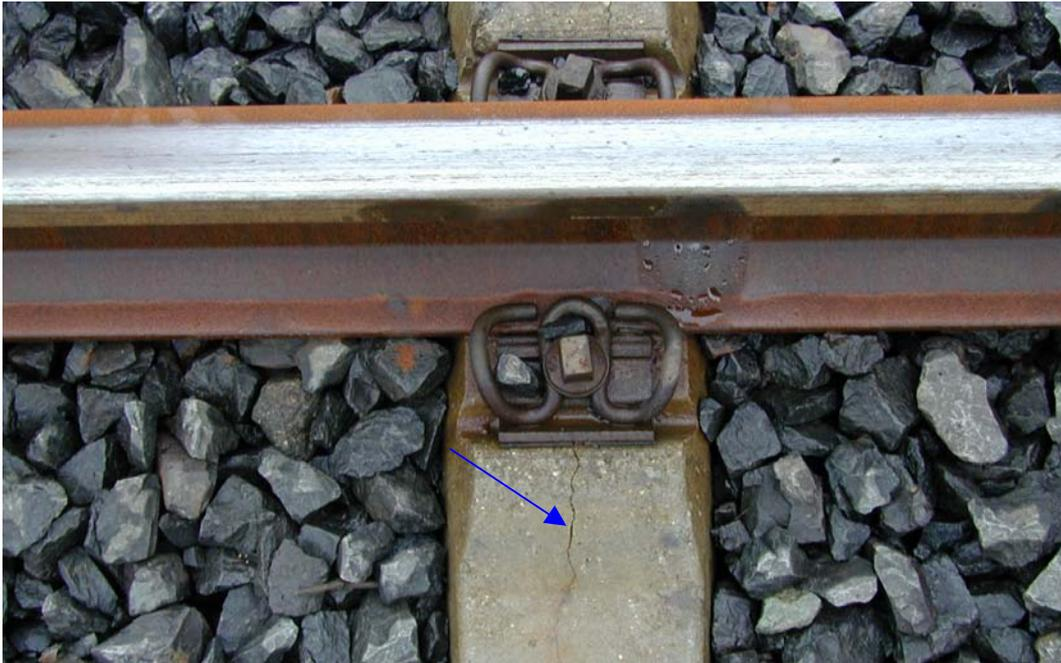

Bild 1
- Parallel zur Schwellenlängsachse über die Dübel verlaufend (Dübelrisse, Bild 1) oder / und an den Seitenflächen erkennbar (Verbundrisse)